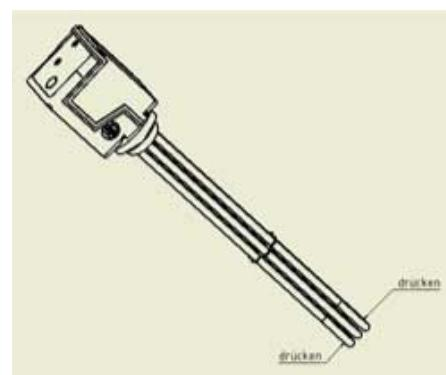

Abb. 1.3: Montage des Einschraubheizkörpers
- 1) Entfernen Sie die Seitenbleche der Wärmepumpenverkleidung um an den integrierten Pufferspeicher zu gelangen. In diesem Pufferspeicher ist serienmäßig ein $1,5\text{ kW}$ Heizstab montiert (siehe Abb. 1.3 auf S. 3).